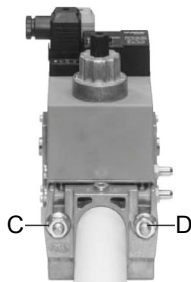
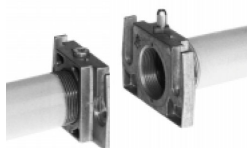
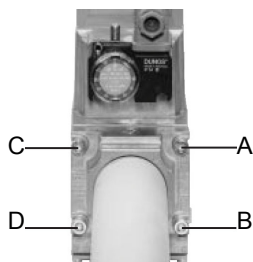

Рис. 4
Рис. 5
Рис. 7
- 3 Затянуть винты A, B, C и D (Fig. 4 - Fig. 5) соблюдая дистанции монтажа (Fig. 7)
ВНИМАНИЕ: диафрагма D исполнительного механизма SKP2 должна находиться в вертикальном положении (Рис. 4).